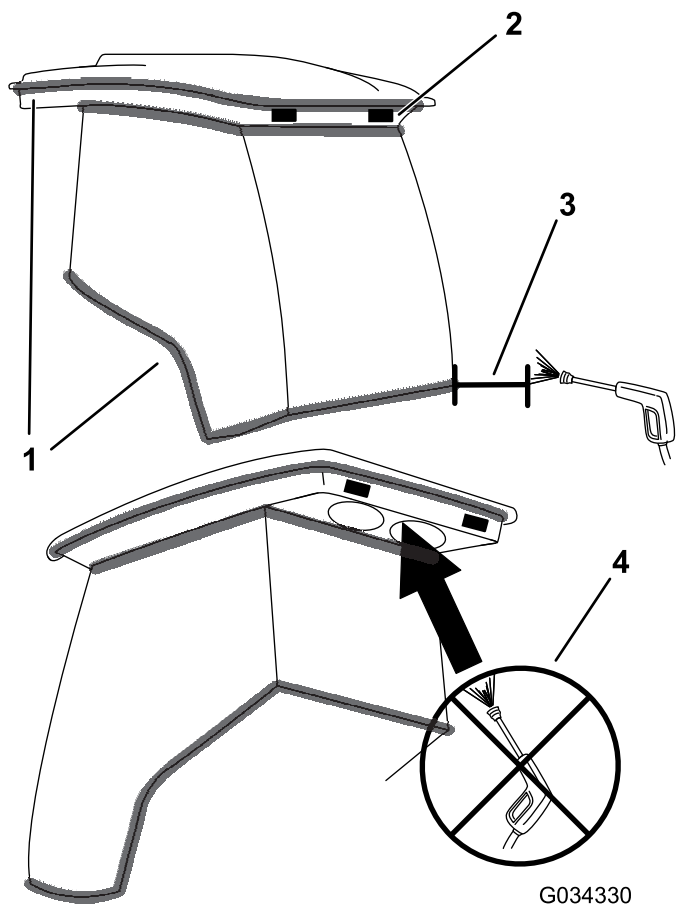

Рисунок 59
**Внимание:** Соблюдайте меры предосторожности при очистке зон вокруг уплотнений и осветительных приборов на кабине (Рисунок 59). При использовании воды под давлением, держите распылитель на расстоянии не менее 0,6 м от машины. Не направляйте воду под давлением непосредственно на уплотнения и осветительные приборы кабины или под задний свес.